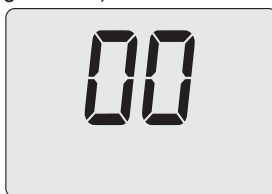

Figura 9.14
- Premendo il tasto 17 (Figura 9.11) sul display LCD appare il valore del parametro P06 (Figura 9.14).